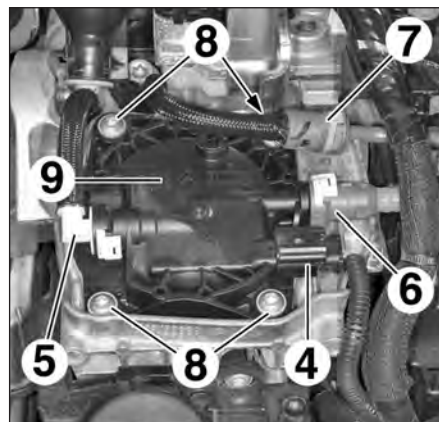

FIG.59
- le connecteur (4) (Fig.59),
- les canalisations de carburant (5), (6) et (7).
- les vis (8),
- le couvercle (9).